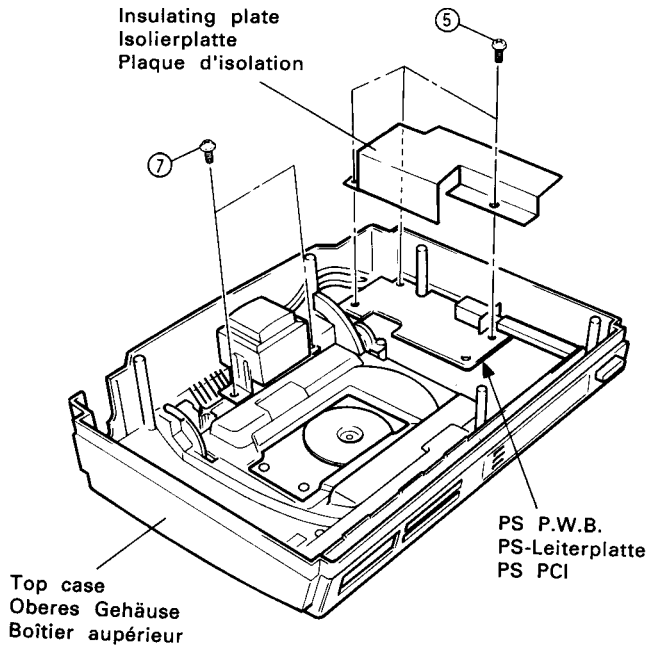

Fig.3
### 4. PS-Leiterplatte (Abb. 3)
**6. Transformator ausbauen (Abb. 3)**
**4. Dépose du PS PCI (Fig. 3)**
**6. Dépose du transformateur d'alimentation (Fig. 3)**